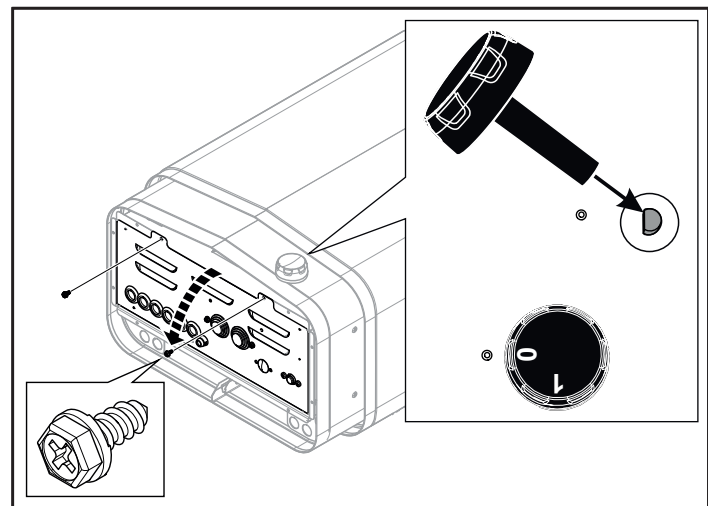

Fig. 8 : Ouverture/fermeture du volet
1. Poser le poêle au sol, face antérieure vers le haut. Monter le bouton (voir la figure 8).
2. Desserrer les vis et ouvrir le volet (voir la figure 8).
- Fermer le volet et serrer les vis (voir la figure 8).